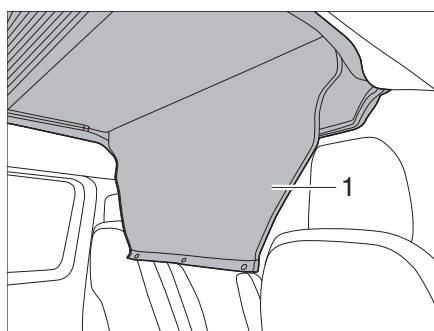

Fig. 41 Arrotolamento della copertura di passaggio
- Aprire e arrotolare la copertura di passaggio (Fig. 41,1).